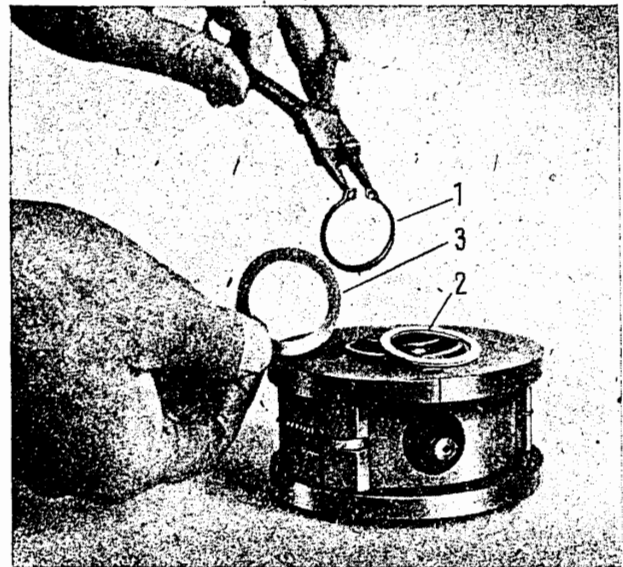

Bild M 189. Sicherungsring abnehmen
4. Sicherungsring mit Hilfe der Sicherungsringzange entfernen, Stahlscheibe und Miramidscheibe abnehmen (Bild M 189).